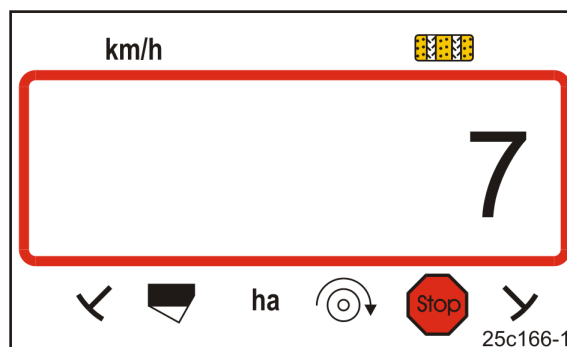

Fig. 18
- Indicación: ritmo de carriles guardado, p.ej. 7 (Fig. 18).